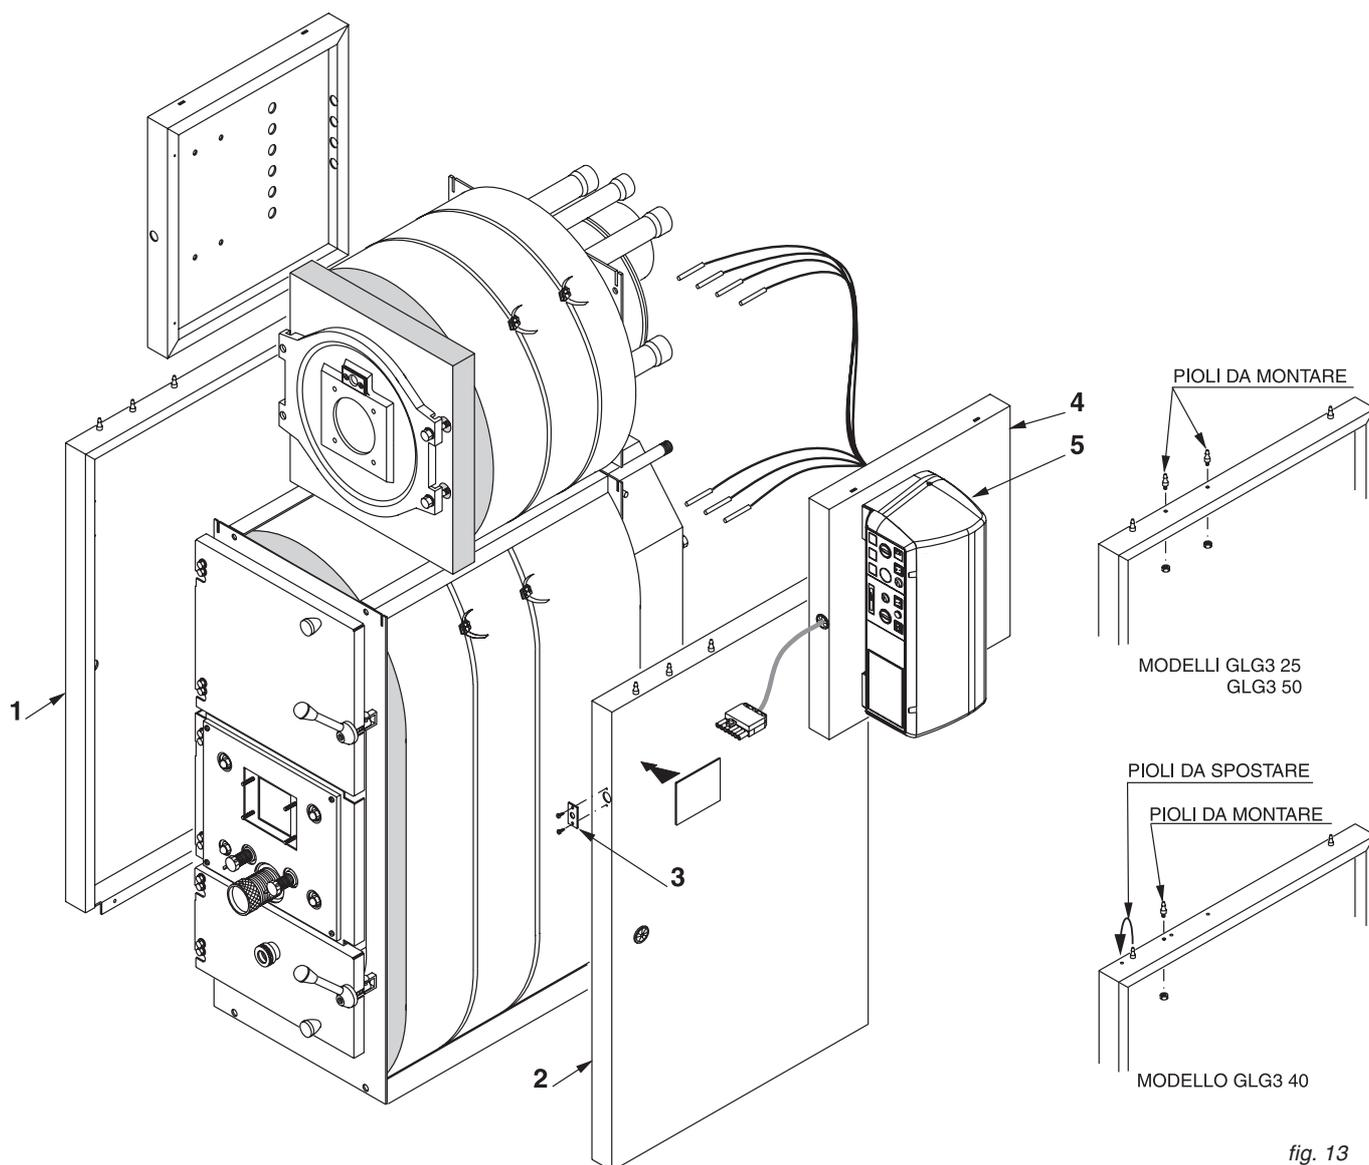

fig. 13
- A) Agganciare il pannello laterale sinistro (pos. 1) al corpo caldaia.
- B) Agganciare il pannello laterale destro (pos. 2) al corpo caldaia. Fissare la piastrina di riscontro asta by-pass (pos. 3).
- D) Assiemare (a terra) il pannello strumenti al fianco destro caldaia gasolio/gas (pos. 4 e 5). Inserire il cavo collegamento bruciatore nel passacavo anteriore ed eseguire il collegamento elettrico come da schemi riportati al cap. 3.11 e 3.12.
N.B.: I pioli posti nella parte superiore dei fianchi mantello caldaia a legna, devono essere posizionati come da dettagli sul lato destro della fig. 13 secondo i modelli delle caldaie.